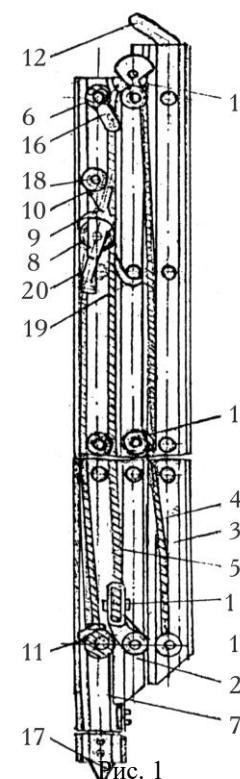
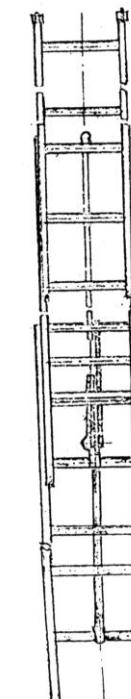

Рис. 1
Рис. 2
4.1. Лестница состоит из трёх телескопически сдвигающихся колен, сделанных из однотипных профилей и деталей (рис.1, рис. 2). Принцип выдвижения колен – ручной с помощью канатов и блоков. У лестницы имеется подвижной блок 1, установленный на втором колене 2. Первое колено 3 подвешено на стальном канате 4 диаметром 4,8 мм, второе – выдвигается с помощью пенькового каната диаметром 10 мм. Канат, верхний конец которого закреплён на верхней ступени 6 третьего колена 7, проходит к нижней ступени 11 третьего колена, где и закрепляется второе колено.